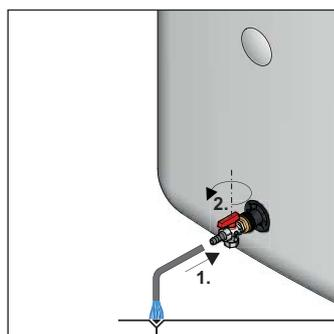
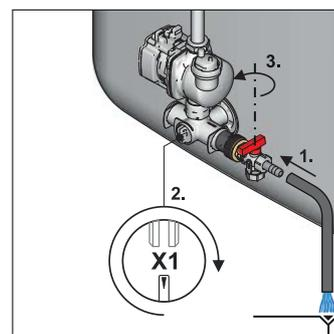

Fig. 5-1 Processo di svuotamento **senza** $p=0$ sistema solare
Fig. 5-2 Processo di svuotamento **con** $p=0$ sistema solare
- Collegare il tubo di scarico al **raccordo di riempimento KFE** (fig. 5-1, fig. 5-2, pos. A) e posarlo su un punto di scarico che sia almeno a livello del pavimento.
- Solo per $p=0$ sistema solare: Impostare l'inserto valvola nell'angolo di raccordo in modo da bloccare il passaggio verso il tubo di scarico (fig. 5-2).
- Aprire il rubinetto KFE dal raccordo di riempimento KFE e scaricare l'acqua raccolta nel contenitore fig. 5-1 / fig. 5-2).